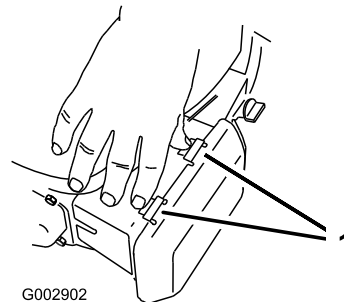

Figura 21
1. Presione hacia abajo los cierres de la parte superior de la tapa del limpiador de aire (Figura 21).